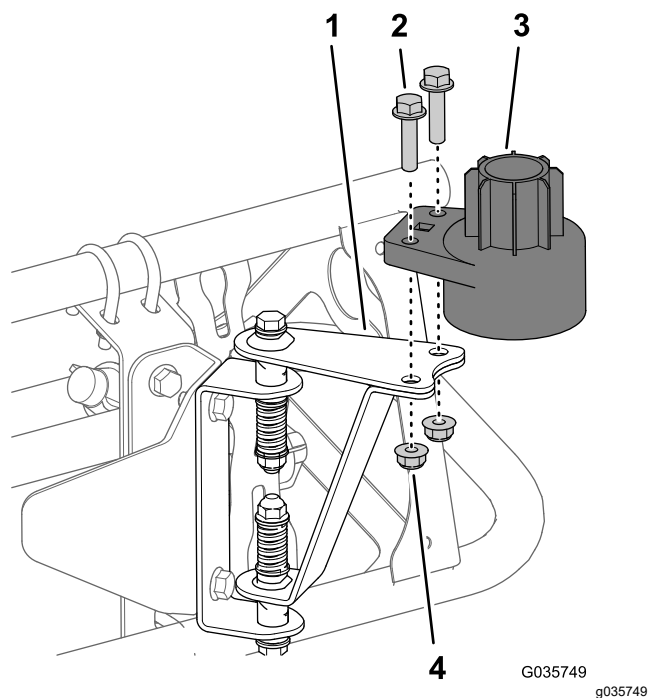

Bild 20
1. Befestigen Sie das untere Sensorgehäuse mit zwei Schrauben (5/16" x 1 1/4") und zwei Sicherungsmuttern (5/16") an den Sensorbefestigungen (Bild 20).